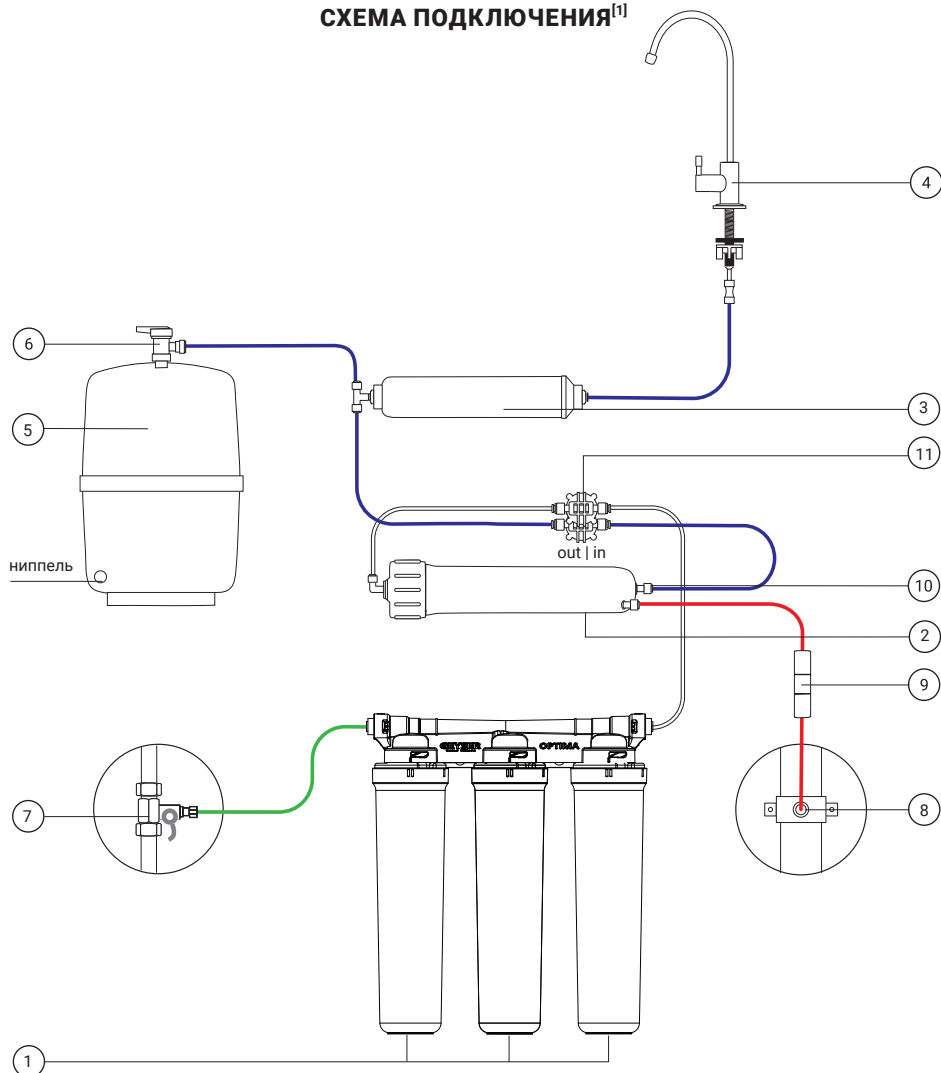

Рис. 2. Схема подключения Гейзер Престиж/Аллегро Оптима
3. Свободный конец зеленой трубки присоедините к скобе фильтра в соответствии со стрелкой указания направления потока (см. разделы «Схема подключения» (стр. 7, рис. 2) и «Присоединение трубок» (стр. 10)).
5. Свободный конец красной трубки присоедините к ограничителю дренажного потока (см. разделы «Схема подключения» (стр. 7, рис. 2) и «Присоединение трубок» (стр. 9)).
4. Подключите первую часть синей трубки 1/4" к выходу угольного постфильтра (см. разделы «Присоединение трубок» (стр. 9) и «Схема подключения» (стр. 7, рис. 2)).